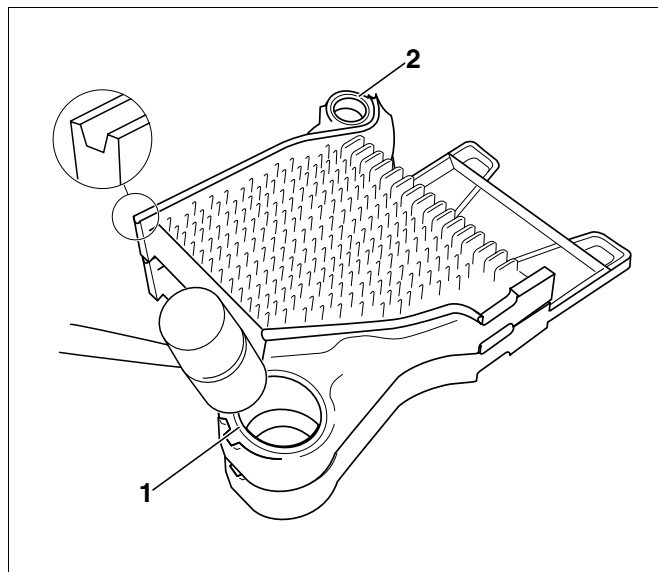

Рис. 12 Сборка средней и конечной секций
- Верхнюю и нижнюю ступицы (рис. 12, **поз. 1 и 2**) средней секции надеть на nipples конечной секции.
- Ударяя резиновым или деревянным молотком, соединить среднюю секцию с конечной (рис. 12).